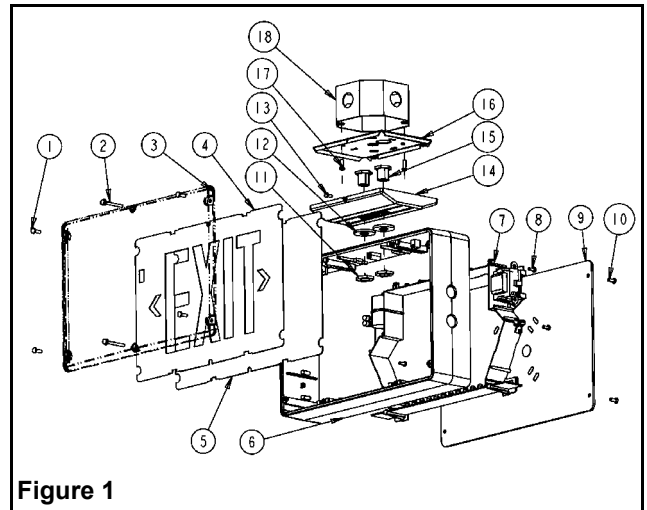

Figure 1
- e. S'assurer que la vis de retenue est accessible (voir figure 1, pièce n° 13). Utiliser les vis de la boîte de jonction pour fixer la plaque arrière du pavillon à la boîte de jonction.
- h. Choisir quels trous du cadre serviront au montage (voir les figures 1 et 3). Soutenir le cadre à l'aide de de06/09 750.1068 Rev. Cux blocs de bois espacés d'un pouce maximum. Enlever les trous défonçables en frappant d'un coup sec à l'aide d'un marteau et d'un tournevis. Débarrasser les trous de toute bavure, afin de permettre un bon contact avec le raccord fileté.